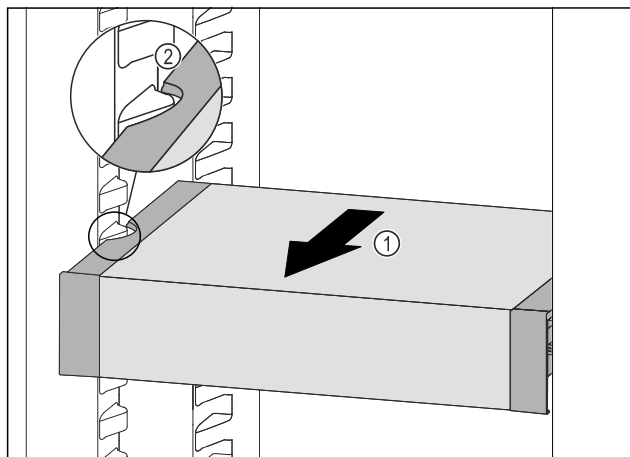

Fig. 105
- Вытягивайте VarioSafe вперед Fig. 105 (1), пока боковые выемки VarioSafe не окажутся на высоте выступа резервуара в холодильном отделении. Fig. 105 (2)